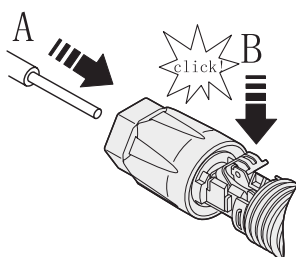

Fig. 49. Inserción del cable DC en el conector de la batería.
4. Insertar el cable de DC pelado en el conector de la batería lo suficientemente profundo y cambiar el soporte de sujeción para asegurarse de que esté bien bloqueado con el cable pelado, como se muestra en la Fig. 49.